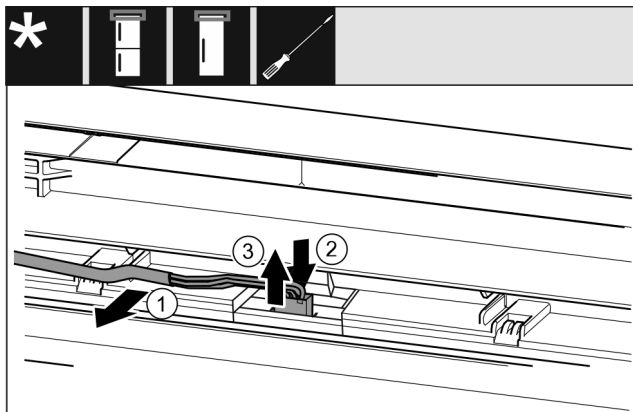

Fig. 24 Ledusskapja / saldētavas kombinācijas / saldēšanas kameras / ledusskapji*
- ▶ Atbrīvojiet uzmanīgi kabeli Fig. 24 (1) no vadotnes durvīs.*
- ▶ Spiediet mēlīti Fig. 24 (2) aiz spraudņa uz aizmuguri.*
- ▶ Izvelciet uzmanīgi spraudni Fig. 24 (3) uz augšu.*